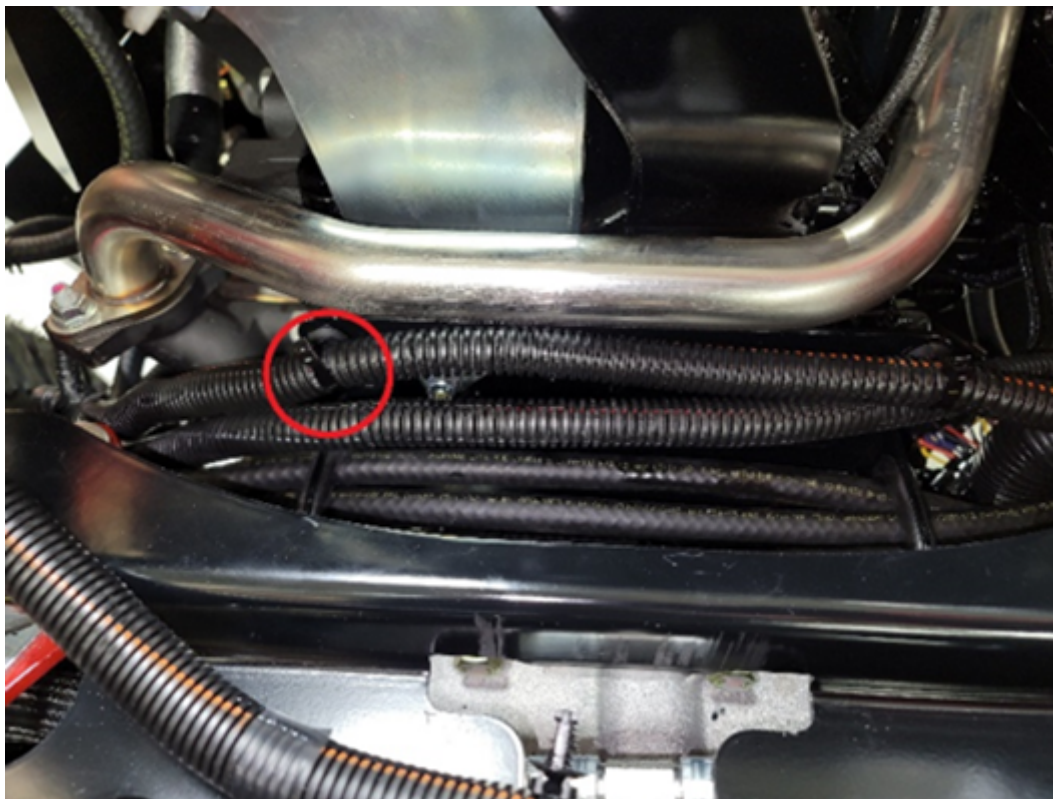

Рисунок 2
5. Снимите и удалите в отходы 2 кабельных стяжки, фиксирующие жгут проводов (Рисунок 2).